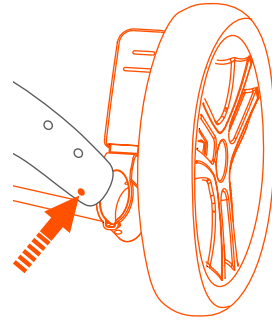

Fig. 15a
- 15)** • To release the entire rear wheel assembly, push in the rear wheel pin. The wheel assembly easily detaches from the bushing (Fig. 15a).
- Para liberar todo el conjunto de la rueda trasera, empuje el perno de la rueda trasera. El conjunto de la rueda trasera se desprende fácilmente del casquillo (Fig. 15a).
- Pour libérer l'ensemble de l'assemblage de la roue arrière, poussez la goupille de dégagement de la roue arrière. La roue se détache facilement du cadre (Fig. 15a).